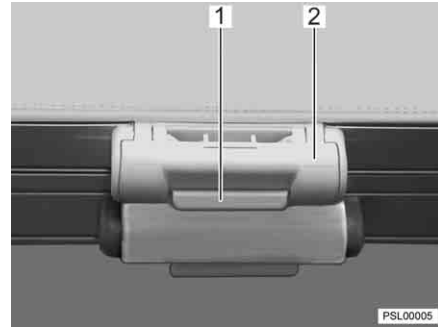

Fig. 15 Verrouillage du store du toit multiple
- Tenir la moustiquaire par la poignée (Fig. 15,2) et pousser la barre de déverrouillage (Fig. 15,1) par la poignée. Le dispositif de verrouillage sera alors débloqué.